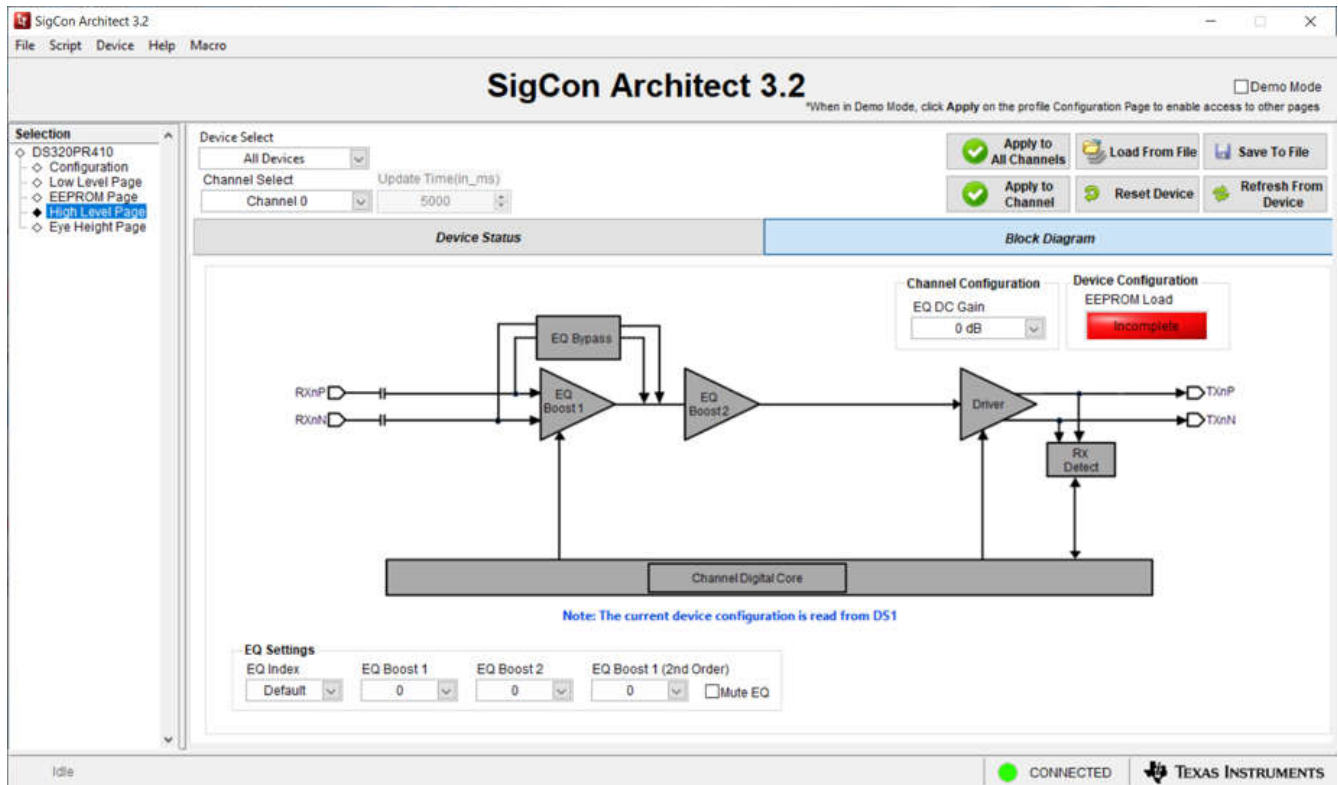

图 2-1. SigCon Architect DS320PR410 的 “High-Level Page”
13. 在 DS320PR410 的“High Level Page”中，选择 **Block Diagram**，如图 2-1 所示。